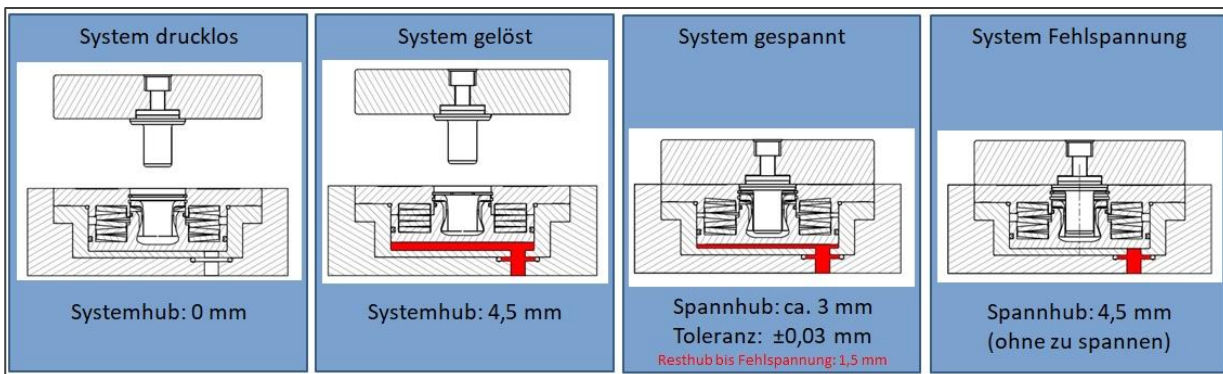

Abbildung 5 – Auswertbare Spannzustände
Bei einem Spannvorgang fließt die Ölmenge wieder zurück durch die Federkraft, die auf den Kolben wirkt. Ist ein Spannsystem richtig gespannt, fährt es nicht in die Grundstellung zurück, da der Kolben vor Erreichen der Grundstellung den Spannbolzen über die Spannzange greift und mit der Federkraft anzieht. Ist ein Spannsystem nicht richtig gespannt (Fehlspannung), fließt mehr Öl vom Spannsystem zurück, weil der Kolben den Spannbolzen nicht über die Spannzange greift und in die Grundstellung zurück fährt. Das Spannen ohne Spannbolzen entspricht derselben Situation wie eine Fehlspannung. Siehe zur Veranschaulichung Abbildung 5.
1. Das Druckmedium durch die Öffnung im Gehäuse unter dem Zugkolben (Abb. 5/2) einlassen. Der Zugkolben steht dann am oberen Anschlag, um einen Spannvorgang einzuleiten. Der Zugkolben (Abb. 5/2), der die Spannzange (Abb. 5/1) umschließt, lässt diese durch eine Freistellung öffnen.
2. Den Spannbolzen (Abb. 5/4) in die Spannzange einführen.